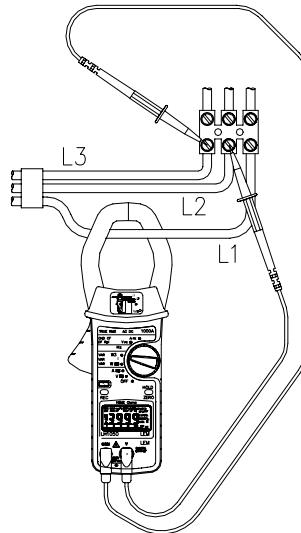

Fig. 5
- Appuyer sur la poignée pour ouvrir les mâchoires et placer la pince autour du conducteur de courant de phase L1 comme illustré dans la Fig. 5.